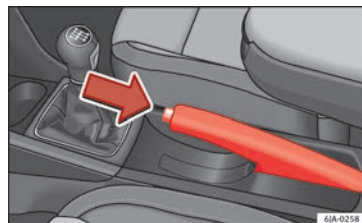

Fig. 176 Consola central: travão de mão.
– Puxe ligeiramente a alavanca e, **ao mesmo tempo**, pressione o botão de libertação » **Fig. 176.**